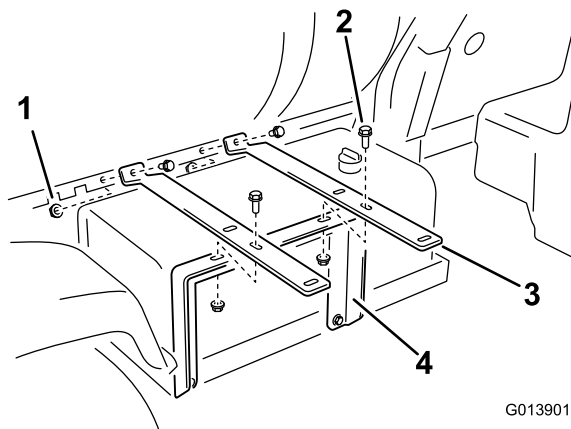

Figura 9
2. Monte los extremos de las 2 pletinas del carrete de la manguera en los taladros del soporte del depósito según se muestra en Figura 9, usando 2 pernos con arandela prensada (3/8 x 1 pulgada) y 2 tuercas con arandela prensada (3/8 pulgada).